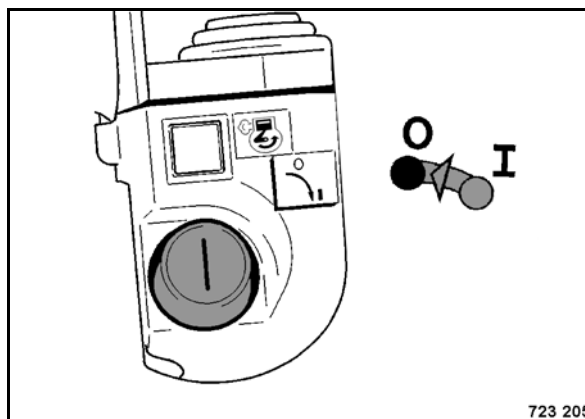

Рис. 56
- Повернуть ключ зажигания в положение "0" (Рис. 56) и вынуть его.